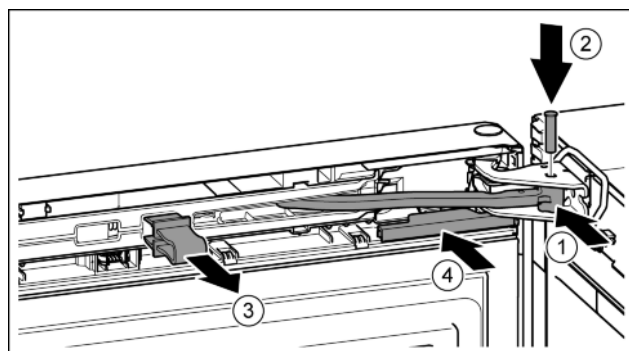

Fig. 20
- Повернуть шарнир в опорном кронштейне. Fig. 20 (1)
- Вставить палец в опорный кронштейн и шарнир. При этом следить за тем, чтобы выступ фиксатора занимал правильное положение в пазу. Fig. 20 (2)
- Снять предохранитель. Fig. 20 (3)
- Надвинуть крышку. Fig. 20 (4)